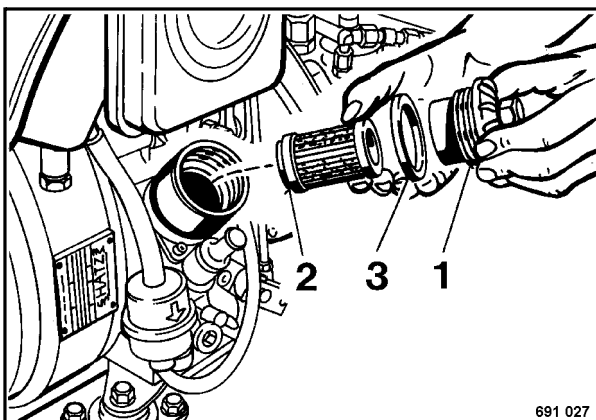

Fig. 3
- Desenroscar la tapa de cierre 1 (Fig. 3).
- Comprobar la junta tórica (3), y sustituirla si necesario.